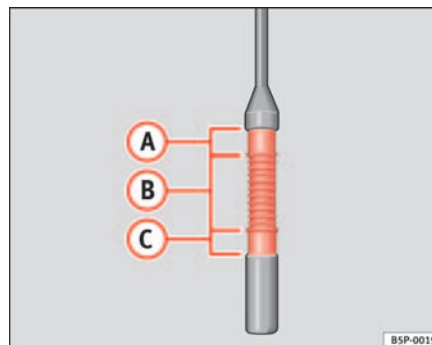

Abb. 161 Ölmesstab.
- Ziehen Sie den Ölmesstab wieder heraus und lesen Sie den Ölstand am unteren Ende des Ölmesstabes ab ⇒ Seite 222, Abb. 161.
Befindet sich der Ölstand im Bereich ⇒ Seite 222, Abb. 161 **(A)**, darf kein Öl nachgefüllt werden.